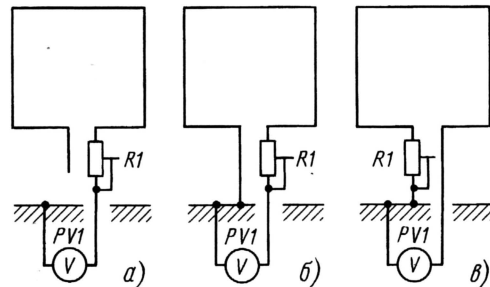

Рис. 3
Эксперимент. Было проверено равенство (8) действующих объемов антенны в электрическом и магнитном полях. Квадратную рамочную антенну из одного витка размерами $0,4 \times 0,4$ м размещали над металлизированным листом площадью 1 м^2 (рис. 3) с целью уменьшения влияния окружающих предметов. Индикатором PV1 служил селективный микровольтметр SMV-6.5. Измерения проводили при приеме радиовещательных станций "Красноярская волна" (218 кГц) и "Маяк" (595 кГц).
При приеме по электрическому полю один вывод рамки оставляли свободным (рис. 3, а). Сопротивления оптимальной нагрузки $R1$ в апероидическом варианте подключения оказались равными 25,4 (218 кГц) и 9,9 кОм (595 кГц). Диаграмма направленности — круговая.
При приеме по магнитному полю (рис. 3, б) сопротивления оптимальной нагрузки $R1$ на тех же частотах оказались равными 3,12 и 9,95 Ом (апероидический вариант); 21 и 105 Ом (резонансный вариант). Диаграмма направленности — "восьмерка".
Был проведен также эксперимент со включенным в "заземленный" вывод рамки резистором (рис. 3, в). При точной его подстройке (515 Ом на 218 кГц и 580 Ом на 595 кГц) диаграмма направленности имела форму кардиоиды, т. е. становилась однонаправленной [2]. Потенциальных мощностей в этом режиме не определяли.